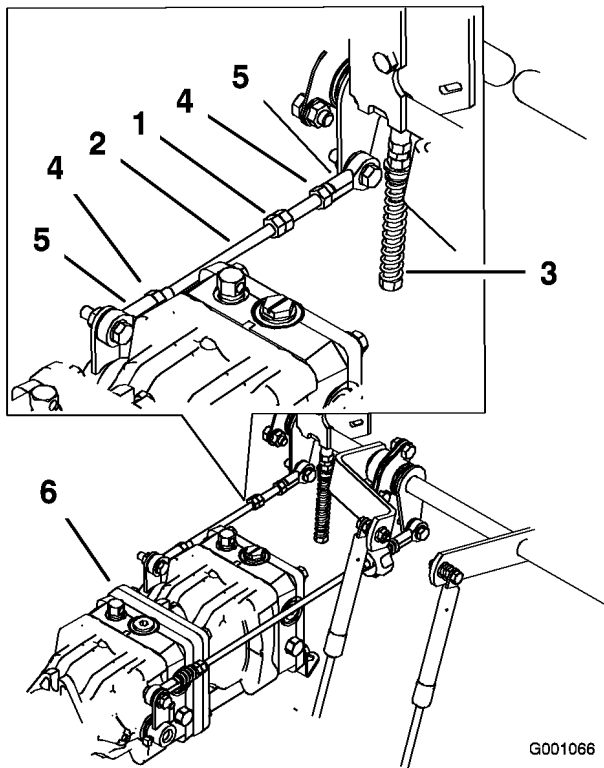

Bild 71
1. Lockern Sie die Sicherungsmuttern an den Kugelgelenken der Pumpsteuerungsstange (Bild 71).
3. Stellen Sie die Länge der Pumpstange ein, indem Sie die Doppelmutter an der Stange so weit in die entsprechende Richtung drehen, bis das Rad stillsteht oder sich leicht zurückdreht (Bild 71).
6. Ziehen Sie die Klemmmuttern an den Kugelgelenken fest (Bild 71).